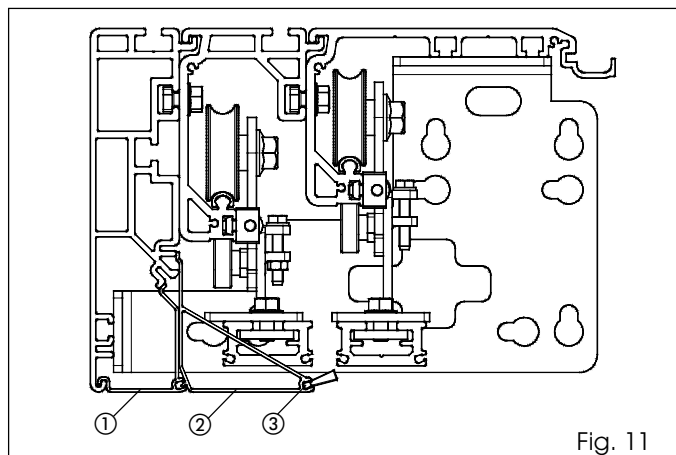

Fig. 11
•Indien het sluitprofiel voor zelfdragende automatische systemen wordt gebruikt, monteer dit dan zoals aangeven op fig. 11 ref. ①.
•Indien het sluitprofiel voor telescopische systemen wordt gebruikt, monteer dit dan zoals aangeven op fig. 11 ref. ②.
**LET OP:** breng de borstel (accessoire fig. 11 ref. ③) vóór de montage aan in het sluitprofiel voor telescopische systemen.